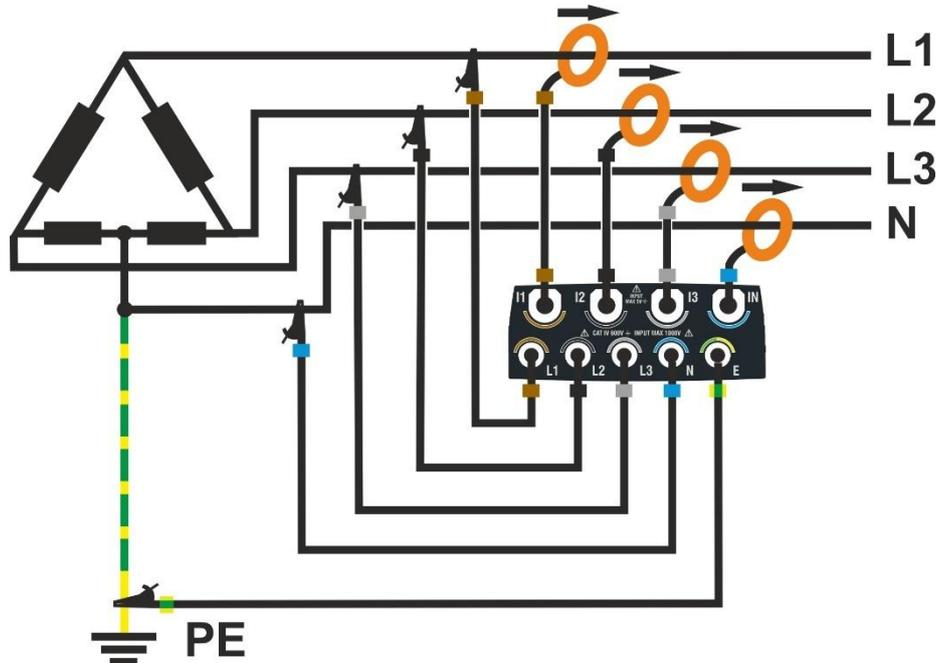

Fig. 68: Raccordement de l'instrument dans un système Triphasé 4 fils 3F HL
2. Brancher les câbles de tension sur les conducteurs L1, L2, L3, N et PE comme indiqué à la Fig. 68. **Vérifier à l'écran l'indication « 1-2-3 » relative au sens cyclique correct des phases** (voir § 5.1.1)